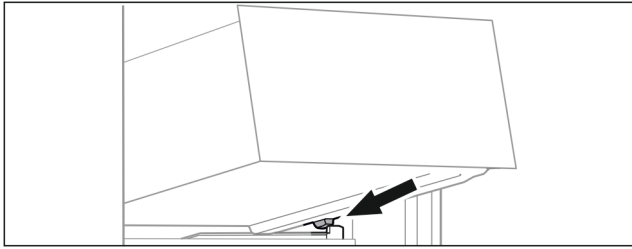

Fig. 82
- ▶ Placer le tiroir, en l'inclinant, derrière les butées sur la nervure de récipient. (voir Fig. 82)